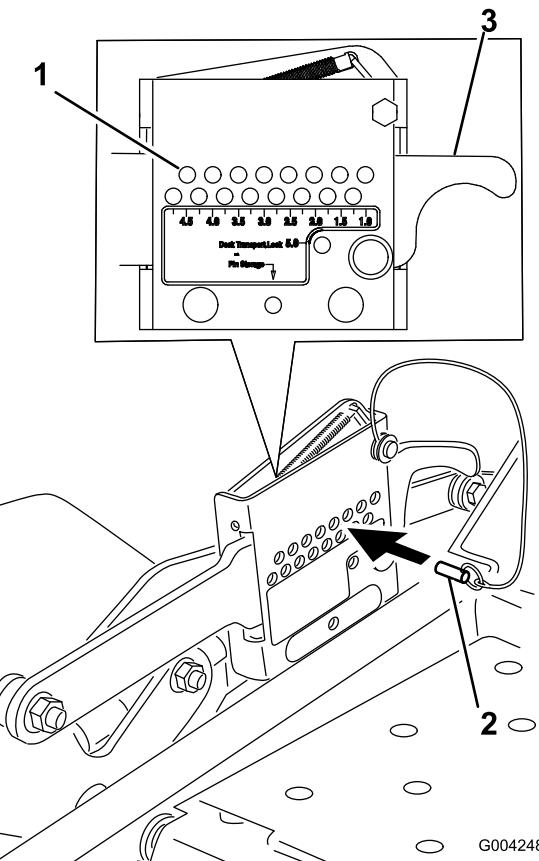

Figure 15
1. Relevez le levier de sélection de hauteur de coupe en position de transport (qui correspond aussi à la hauteur de coupe de 127 mm) (Figure 15).
2. Pour changer de hauteur de coupe, retirez l'axe de chape du support de hauteur de coupe (Figure 15).
3. Placez l'axe de chape dans le trou du support correspondant à la hauteur de coupe voulue (Figure 15).